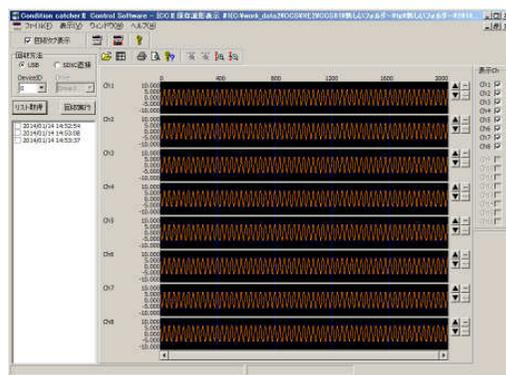

図 45. 保存波形表示画面
- ①パソコンの電源を投入し、『コントロール・ソフトウェア』を起動し、初期画面を表示します。
- ③初期画面ツールバーの『保存波形表示』ボタン  をクリックします。
- ④Windows の開くダイアログが表示されますので、この画面で波形表示したいデータ・ファイルを選択し、『開く』ボタンをクリックします。
- ⑤選択されたファイルの計測データが図 45 のように表示されます。